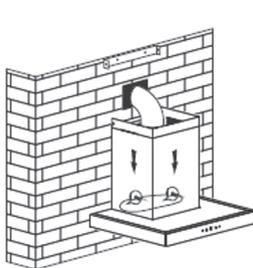

Рис. 4
5. Закрепите кронштейн внешней трубы на внешней трубе с помощью 2 винтов ST4*8 мм и убедитесь, что внутренняя труба может свободно регулироваться по высоте. После этого установите трубы на вытяжку. Проложите расширительную трубу к розетке. Закрепите расширительную трубу с помощью кабельной стяжки на розетке. См. рис. 4.
6. Отрегулируйте высоту внутреннего дымохода в соответствии с положением кронштейна внутреннего дымохода и закрепите его 2 винтами ST4*8. После регулировки положения закрепите корпус предохранительным винтом. Примечание: два предохранительных отверстия расположены на заднем корпусе диаметром 6 мм. См. рис. 4 и 5.